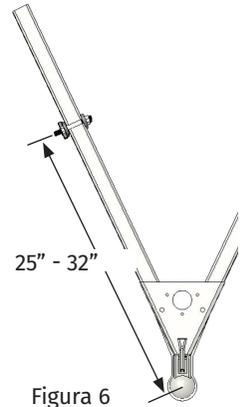

Figura 6
1. Instale los conjuntos de soporte entre 25" y 32" desde el centro del acoplador. (Figura 6) Este rango debería permitirle evitar la mayoría de las obstrucciones en la lengüeta del remolque, como los soportes de la batería o los tanques de propano.